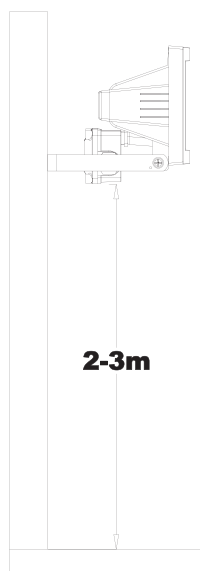

Fig. 1
- Idealno, reflektor je potrebno montirati 2 do 3 metra iznad tla (pogledajte sliku Fig.1).